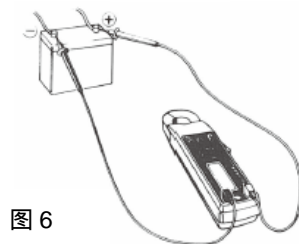

图 6
(3) 测量时，将测量导线探棒接触电路，显示屏显示被测直流电压值，若得到负 (-) 读数，电路中存在负极电压，如图 6 所示红色测量导线接触电路。